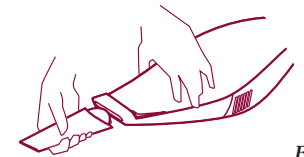

Fig. 7
- Para aspirar pó e materiais sólidos de ranhuras e sítios de difícil acesso, encaixe o bocal de aspiração, E. (fig. 7)